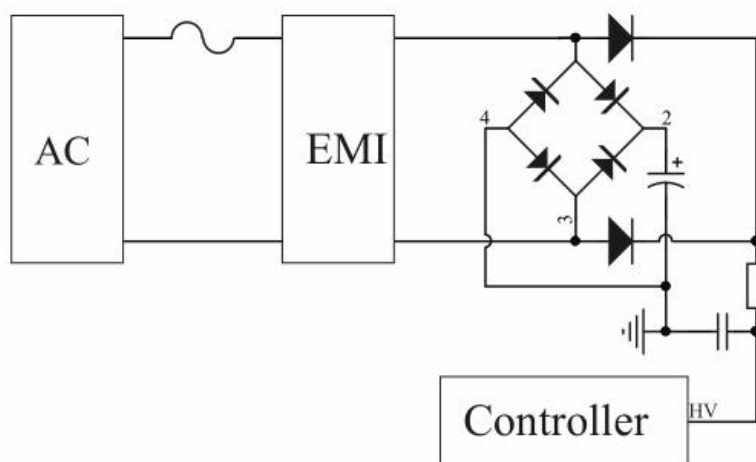

图 1：高压启动电路
DK012GCN 包含多功能高压 (HV) 引脚。为达到快速启动，内部集成了高压启动电路，可以快速启动电源同时能够有效降低待机功耗，如图 1 所示，能够快速准确监测输入电压，在输入掉电